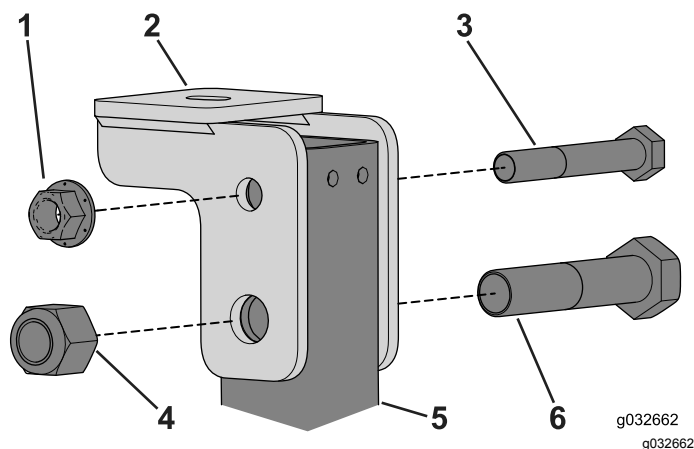

Figure 111
1. Retirez les boulons qui fixent le support de la cabine au tube du système ROPS à l'arrière du cadre de la cabine (**Figure 111**).